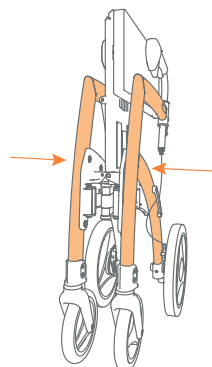

Figure 11C: Pousser le cadre davantage vers l'intérieur.
- e. Poussez les côtés du cadre l'un vers l'autre jusqu'à ce que le déambulateur soit complètement plié (**Figure 11C**).